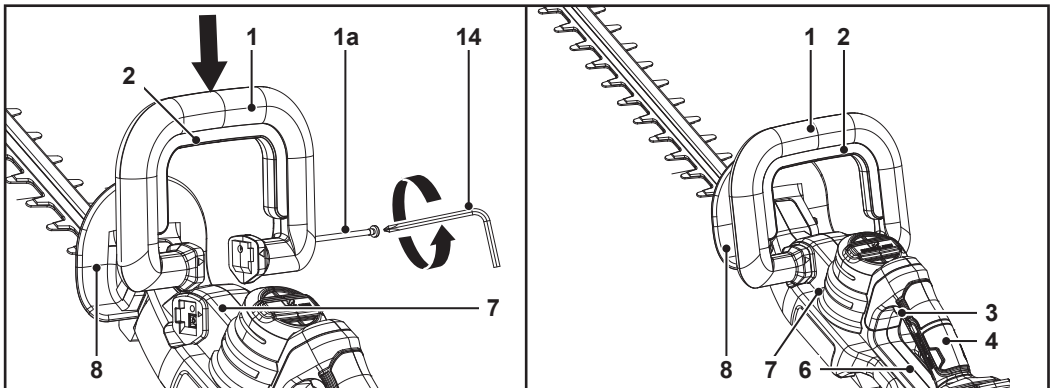

Fig. 1
1. Utiliser la clé mâle / le tournevis cruciforme (14) pour retirer le boulon long (1a) de la poignée avant (1) (Fig. 1).
2. Positionner la poignée avant (1) de manière à ce que les flèches aux extrémités pointent vers les logements sur le carter (7) (Fig. 1).
3. Faire glisser la poignée avant (1) dans les logements sur le carter (7) jusqu'à ce qu'elle soit bien positionnée (Fig. 1).
4. Fixer la poignée avant (1) avec le boulon long (1a) et la clé mâle/le tournevis cruciforme (14) (Fig. 1).
**Protection avant (8), protection arrière (6) :** ces protections protègent les mains de l'utilisateur contre les projections, les rebonds et les parties tranchantes des branches coupées (Fig. 1).